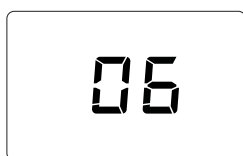

Abb. 5- Einschalten / Software-Version
- Während der ersten 5 Sekunden wird am Display die Software-Version der Platine eingeblendet (abb. 5).